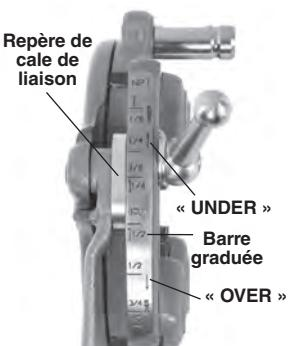

Figure 8 – Réglage du filetage
3. Commencez avec le repère de la cale de liaison aligné sur le repère de taille de filetage voulu de la barre graduée. Sur les têtes de filière « Mono » et « Bolt », alignez le repère de la cale de liaison sur le repère de la barre graduée. Pour le filetage des boulons avec une tête de filière universelle, alignez l'ensemble des filières à boulon sur le repère « BOLT » de la barre graduée (Figure 8).